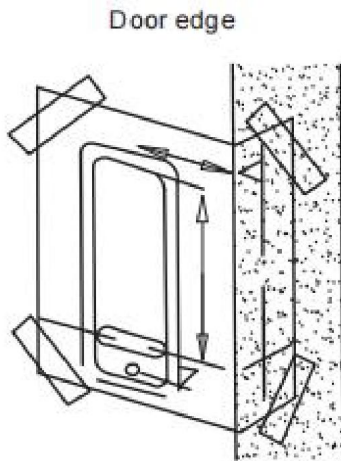

Fig.2
- 1) Prawidłowo umieść i przymocuj szablon (szablon produktu Model 209) powierzchnia wewnętrznych drzwi. Wymagana wysokość od podłogi. Upewnij się, że odpowiedni, oznaczony szablon wyrównania krawędzi drzwi powinien być prawidłowo wyrównany z rzeczywistą krawędzią drzwi. (patrz rysunek 2)